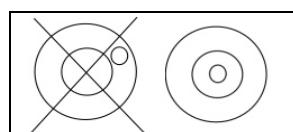

Abb.9
- Schrauben Sie die Wandhalterung wieder an die Anzeige an. Nehmen Sie die Plastikhaube ab, und stecken Sie das Kabel von der Wägezelle ein. (Abb.9 and 10)